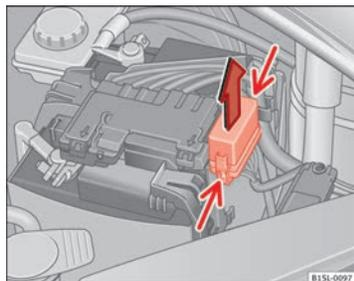

Fig. 143 En el vano motor: tapa de la caja de fusibles.
- Presione las pestañas de bloqueo en el sentido que indica la flecha (flechas finas) para desbloquear la tapa de la caja de fusibles ⇒ fig. 143.